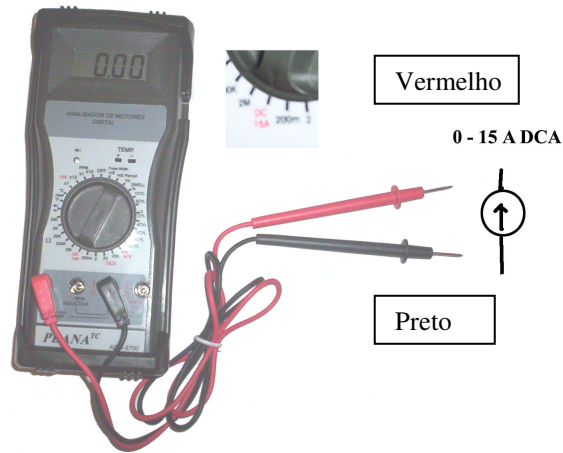

Fig.19
- Pegue o cabo de teste do ADM-8700 e conecte as garras preta e vermelha conforme indicado na fig.19. Repare que o cabo vermelho deve ser ligado no **plug fêmea 15 A**.
- Coloque a ponta de prova preta onde vem o fluxo da corrente elétrica e coloque a ponta de prova vermelha onde irá seguir o fluxo da corrente elétrica. (repare o sentido do fluxo da corrente elétrica conforme indicado na fig.19).